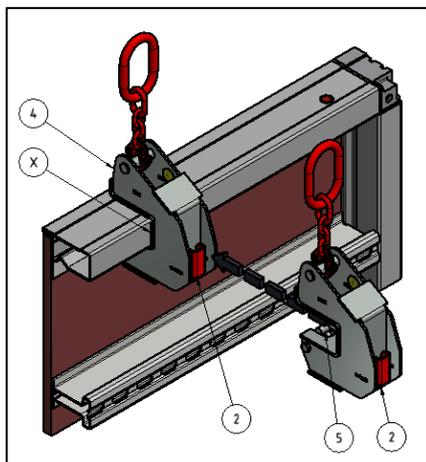

Figure 5 : Pose du crochet de grue NOEtop
Pousser le crochet de grue selon la figure 5 sur le profilé NOEtop jusqu'à ce qu'il soit totalement en contact avec le profilé (voir 7). La goupille de sécurité (5) se prend automatiquement dans le profilé.
**La manette de commande (2) doit à nouveau se trouver en position initiale correcte (figure 5) contre le crochet de grue NOEtop (4).**
**Poser la charge de telle sorte que la manette de commande (figure 5) ne cogne pas et que le crochet de grue NOE*top* ne porte pas contre un obstacle !**